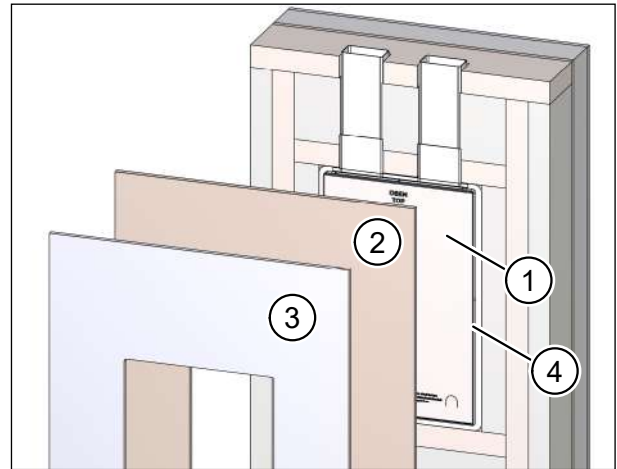

Fig. 60: Rivestimento del set di montaggio e dei canali piatti / tubi flessibili nell'area interna
- ▶ Controllare che il coperchio di protezione dall'intonaco (pos. 1 nella Fig. 60) sia posizionato nella cassetta a muro.
- ▶ Nel pannello OSB (pos. 2 nella Fig. 60) e nel pannello di cartongesso (pos. 3 nella Fig. 60) realizzare un'apertura delle dimensioni della cornice intonaco (pos. 4 nella Fig. 60).